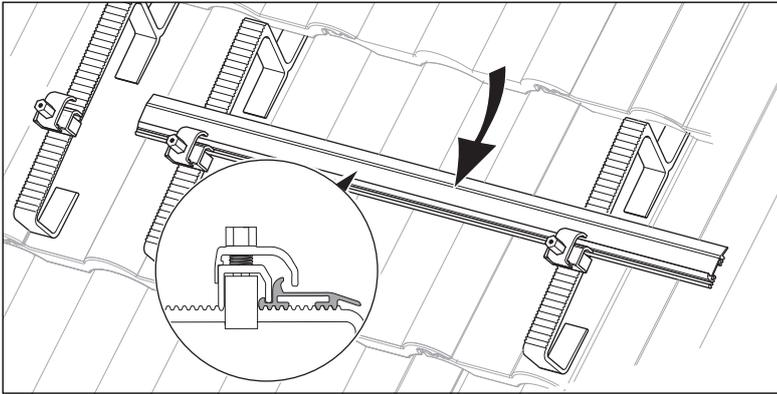

Abb. 5.21 Montageschienen montieren
- Befestigen Sie die Montageschienen mit den Klemmelementen an den Dachankern (→ **Abb. 5.21**).